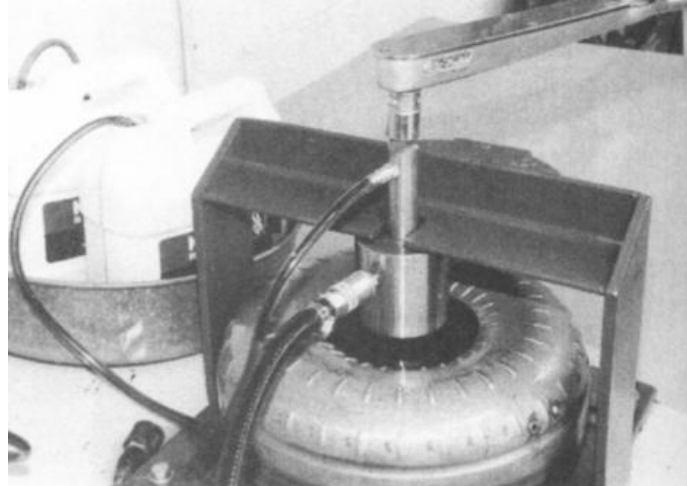

Fig. 4.11 Máquina de comprobación de bloqueo
5. Los embragues de bloqueo pueden comprobarse en banco usando una máquina de comprobación de bloqueo que indica la potencia de retención y la acción del muelle amortiguador (Ver Fig. 4.11).